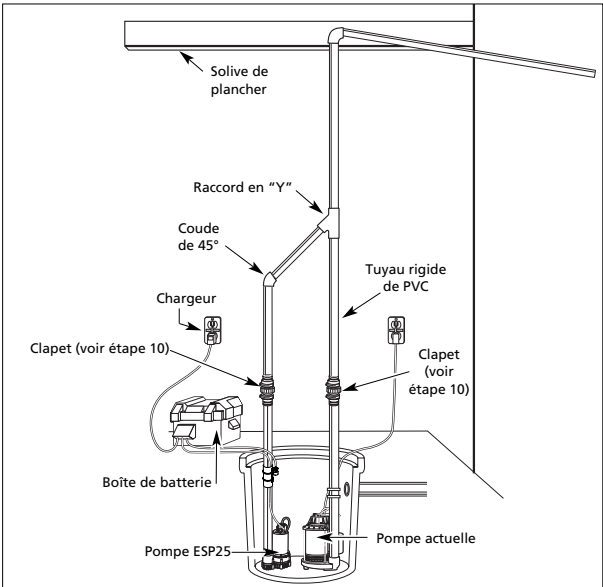

Figure 2 - Méthode 2
**NOTE :** Vérifier que les soupapes peuvent être placées directement dans la décharge de la pompe s'il y a lieu. Il est toutefois recommandé pour faciliter le démontage de placer les clapets au-dessus du puisard tel qu'illustré dans la figure 2.